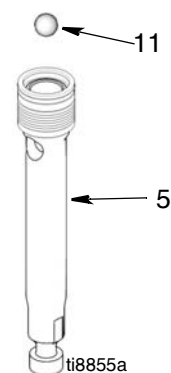

Рис. 10
5. (Рис. 10) Установите шарик (11) в шток поршня (5). Если на резьбу клапана поршня наносится состав Loctite®, то проверьте, чтобы он не попал на шарик.